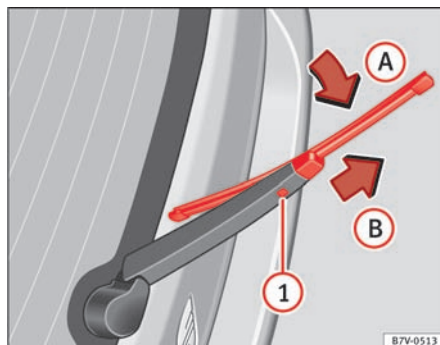

Fig. 156 Udskiftning af viskerblad til bagruden
- Klap viskerbladet opad i retning mod viskerarmen ⇒ Fig. 156 (pil A).
- Hold udløserknappen ① nede, og træk samtidig viskerbladet af i pilens retning B. Det kan i den forbindelse være nødvendigt at bruge flere kræfter.
- Skub et nyt viskerblad **med samme længde og af samme type** på viskerarmen modsat pilens retning (B). Viskerbladet skal gå i hak. I den forbindelse skal viskerbladet være i opklappet position (pil A).